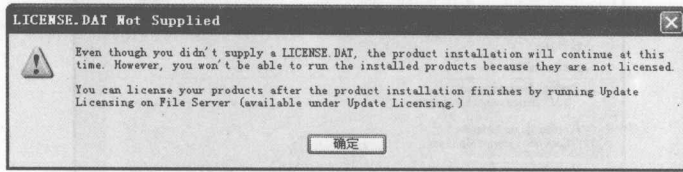

图1-16 提示信息
(12) 单击 **Next >** 按钮，出现提示信息，通知 LICENSE.DAT 没有提供，如图 1-16 所示。